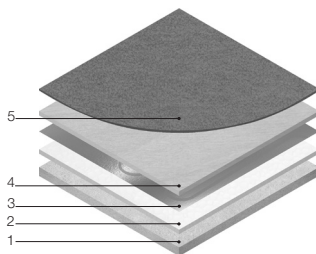

Рис. 4.
11. Если в качестве напольного покрытия будет использоваться ковролин или линолеум, необходимо поверх пленки уложить фанеру или ДВП для дополнительной механической защиты (рис. 4).